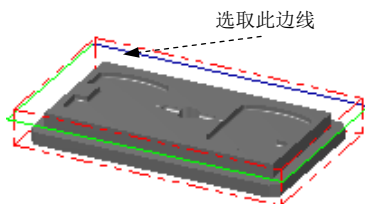

图 20.7 选取边线
(2) 设置加工边界。在 Containment boundary 区域中单击  按钮，系统弹出“串连选项”对话框。在图形区中选取图 20.7 所绘制的边线（效果如图 20.8 所示），然后单击  按钮，系统返回至“刀具路径的曲面选取”对话框。